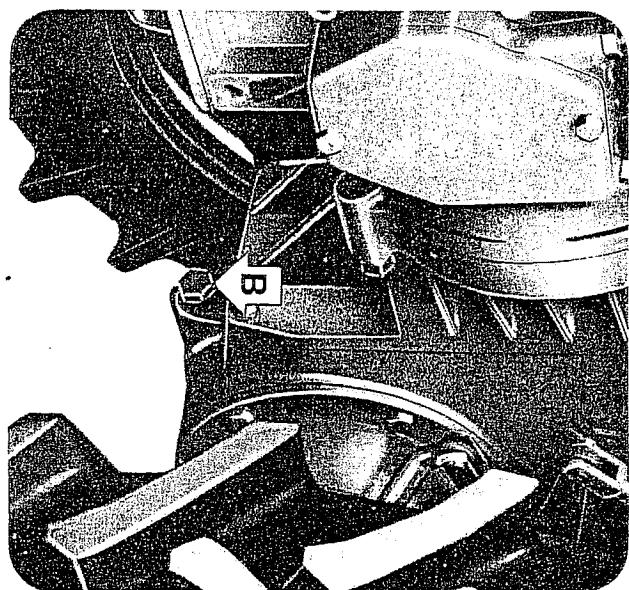
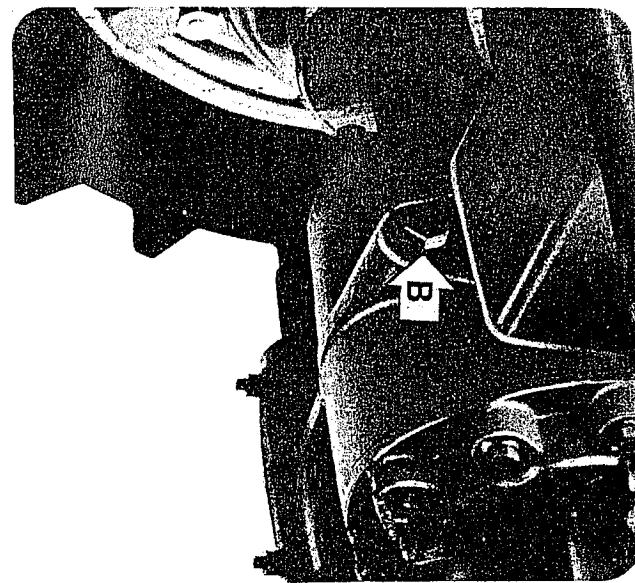

FIG. 20
FIG. 29
- Sostituire la cartuccia filtro olio del circuito idraulico sollevatore contenuta nel filtro C (FIG. 20) svitando i dadi D.
- Replace oil filter cartridge placed in filter C by loosening nuts D (FIG. 20).
1) Dévisser les écrous D et remplacer la cartouche du filtre C (FIG. 20) du circuit hydraulique.
1) Sustituir el cartucho del filtro de aceite de circuito hidráulico del elevador contenido en el filtro C (FIG. 20) desenroscando las tuercas D.
- Pulire accuratamente, lavando nel petrolio, la cartuccia contenuta nel filtro olio circuito idraulico sollevatore (Fig. 20).
1) Sostituire la cartuccia contenuta nel filtro olio C (Fig. 20) del circuito idraulico sollevatore come indicato al punto 1 (Pag. 22).
- Controllare l'olio nella scatola sterzo ed eventualmente rabboccare attraverso il tappo G con olio indicato in (Fig. 27) per 4RM ed in (Fig. 29) per RS.
1) Replace oil filter cartridge C (Fig. 20) as described in item 1, Page 22.
- Check oil level in front and rear cases as shown in item 2 and 3 (page 22).
3) Check oil level in steering case; if necessary fill up through plug G with fresh oil. Quantity and quality to be per Fig. 27 for 4RM tractors and Fig. 29 for RS tractors.
- Check oil level in front and rear cases, as described in items 2 and 3 (page 22).
- Carefully clean, by using oil, the cartridge placed in the hydraulic lift oil filter (Fig. 20).
- Nettoyer soigneusement, avec du pétrole, la cartouche du filtre à huiles du circuit hydraulique du relevage (Fig. 20).
1) Remplacer la cartouche du filtre à huile C (Fig. 20) du circuit hydraulique de relevage, comme indiquée au points 1 de la page 22.
- Vérifier le niveau de l'huile de la boîte de direction et le rétablir si nécessaire par l'orifice du bouchon 6 avec de l'huile comme indiqué à la Fig. 27 pour 4RM et à la Fig. 29 pour RS.
- Limpiar cuidadosamente con petróleo el cartucho contenido en el filtro de aceite del circuito hidráulico del elevador (Fig. 20).
1) Sustituir el cartucho contenido en el filtro de aceite C (Fig. 20) del circuito hidráulico del elevador como se indica en el punto 1 (Pag. 22).
3) Controlar el aceite en la caja de dirección y en caso necesario llenar a través del tapón G con el aceite indicado en (Fig. 27) para 4RM y en (Fig. 29) para RS.